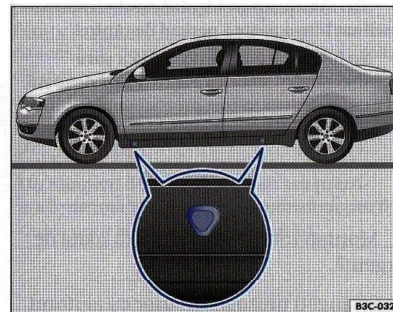

Fig. 33 Puncte pentru fixarea cricului.
3. Căutați punctul (marcaj pe caroserie) pentru fixarea cricului ⇒ fig. 33, cel mai apropiat de roata care trebuie înlocuită ⇒ ⚠.
Cricul poate fi montat numai în locurile indicate ⇒ pagina 81, fig. 33". Luați în considerare punctul de fixare cel mai apropiat de roata respectivă.
- Poziționați cricul sub punctul respectiv, sub autovehicul ⇒ pagina 81, fig. 33".